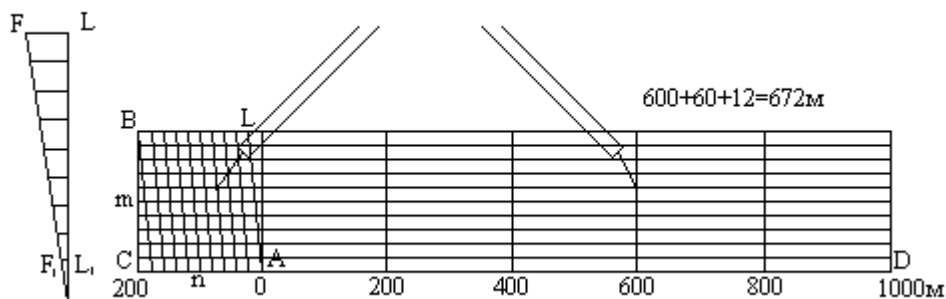

Рис.2
**Поперечный масштаб.** Проведем прямую линию CD и отложим на ней несколько раз основание масштаба - отрезок а длиной 2 см (рис.2). В полученных точках восстановим перпендикуляры к линии CD; на крайних перпендикулярах отложим  $m$  раз вверх от линии CD отрезок постоянной длины и проведем линии, параллельные линии CD. Крайнее левое основание разделим на  $n$  равных частей. Соединим  $i$ -тую точку основания CA с  $(i-1)$ -й точкой линии BL; эти линии называются трансверсалими. Построенный таким образом масштаб называется поперечным.